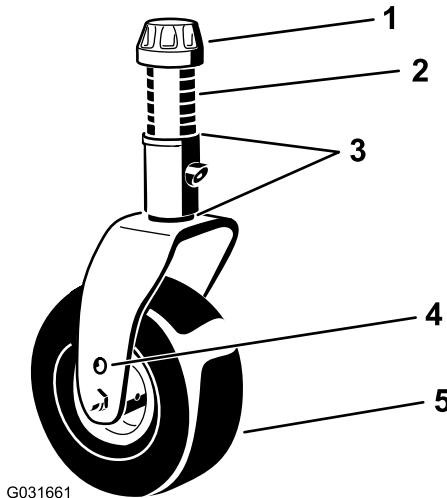

Figura 19
4. Utilizando a chave da tampa da roda fornecida, desaperte a tampa de tensão e retire-a do eixo da roda giratória e faça deslizar o eixo da roda para fora do braço da roda (Figura 19).
7. Coloque os calços (tal como se encontravam inicialmente) e os espaçadores restantes no eixo (Figura 19).
8. Instale a tampa tensora e aperte-a com a chave da tampa da roda fornecida para fixar o conjunto (Figura 19).